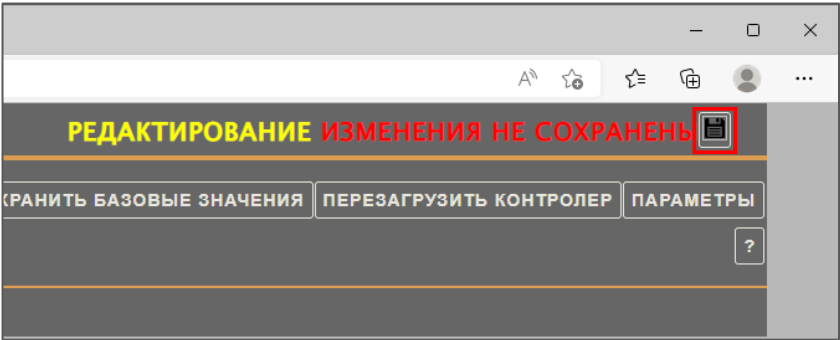

Рисунок 3.103 – Кнопка сохранения конфигурации
1) для сохранения конфигурации необходимо нажать ЛКМ на кнопку сохранения правее надписи «ИЗМЕНЕНИЯ НЕ СОХРАНЕНЫ» (см. рисунок 3.103);